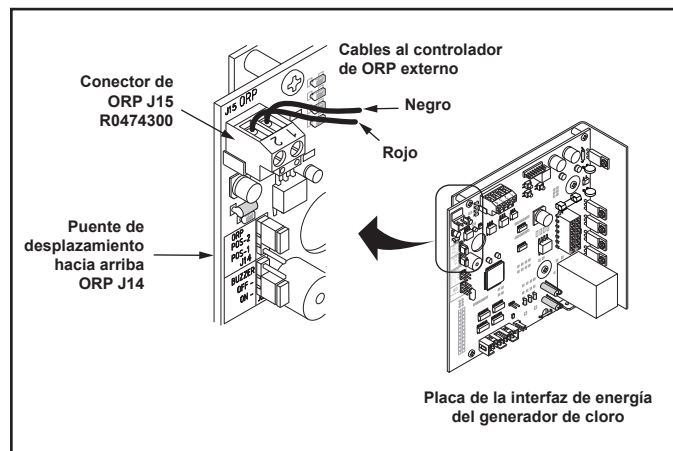

Figura 6. Conexión de ORP
Para conectar el controlador químico TruDose a un clorador de agua salada Jandy, deberá conectar el cable de 24 VCC preinstalado del controlador químico TruDose a la placa de interfaz de energía (PIB) del bloque de alimentación del clorador de agua salada. El puente de ORP de la PIB del bloque de alimentación del clorador de agua salada deberá desplazarse a la posición 2. Consulte la Figura 6 para obtener instrucciones sobre cómo desplazar el puente de ORP a la posición 2 en la PIB del bloque de alimentación.
2. Desplace el puente de ORP de los dos pines inferiores a los dos pines superiores. Consulte la Figura 6.
3. Conecte el cable de TruDose de 24 VCC al conector dedicado de 2 pines J15 de la PIB del bloque de alimentación de AquaPure. Consulte la Figura 6.